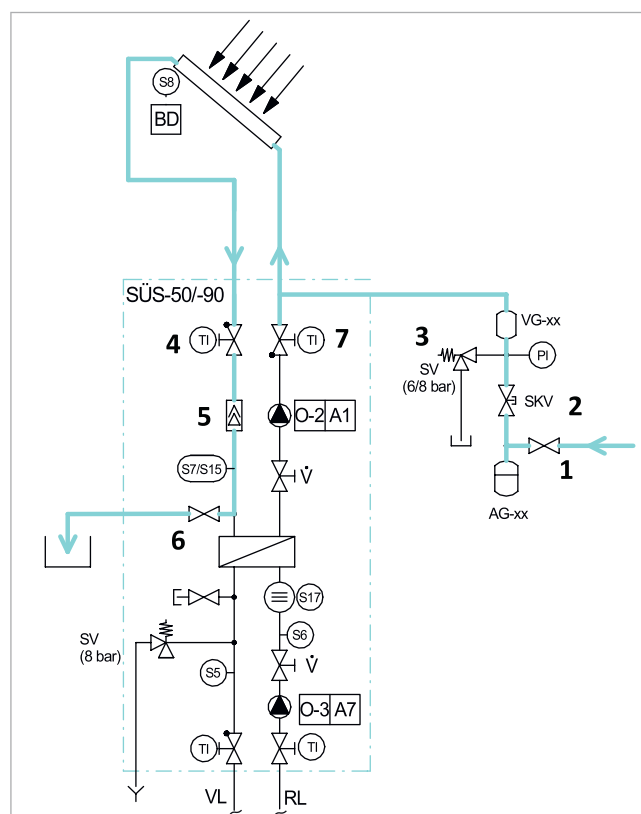

Fig. 12: Circuito primario: lavado del panel colector
Lavar el panel colector (→ fig. 12)
Ejerza presión sobre el lado primario (→ fig. 12)
Poner servicio circuito prima. (véase → fig. 12, pág. 17).**ATENCIÓN**
- Tras llenar de nuevo el circuito solar se generan durante el funcionamiento gases que se acumulan en el separador de aire de la estación → fig. 12, pág. 17 (7). Esta generación de gases se reduce a medida que aumenta el tiempo de funcionamiento de la instalación. De ahí que durante los primeros días tras la puesta en servicio se deba purgar diariamente el separador de aire y comprobar la presión de la instalación. Posteriormente solo será necesario en función de la cantidad de aire separada.